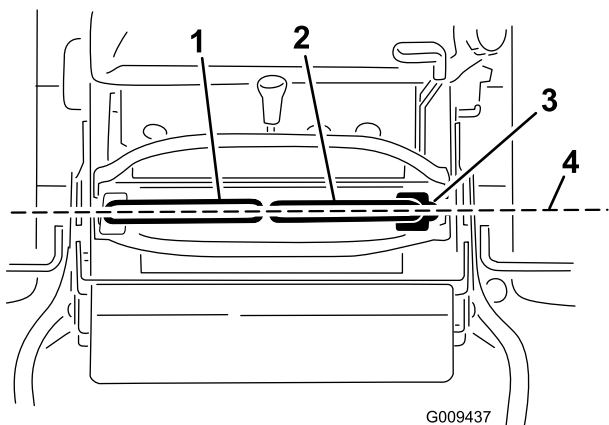

Figura 69
Importante: Compruebe el avance de la máquina después de ajustar las palancas de control de movimiento. Se utiliza el mismo procedimiento para ajustar la dirección y para alinear las palancas de control de movimiento hacia adelante-atrás (Figura 69).
1. Una vez ajustada la alineación horizontal, compruebe la alineación hacia adelante-atrás (Figura 69).